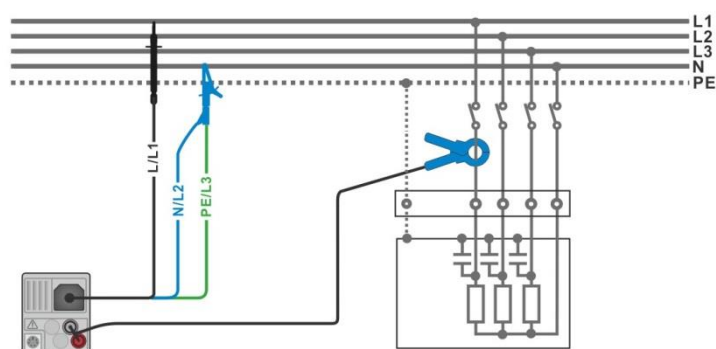

Abbildung 7.69: Leistungsmessung
- › Schließen Sie die Spannungsmessleitungen und die Stromzange am Prüfling an (siehe **Abbildung 7.69**).